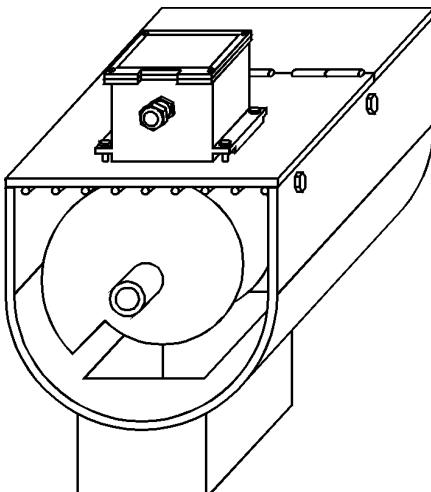

Рис. 8. Контроль подпора и обрыва соединительных муфт секционного винтового конвейера.
**Для одновременного контроля подпора и обрыва соединительных муфт секционного винтового конвейера РДД-02** устанавливается в подготовленные отверстия снаружи над сбросным коробом механизма (рис. 8). Датчик может монтироваться на крышку аварийного люка (через него выводится продукт в случае подпора сбросного короба): защитная металлическая сетка не влияет на работу устройства. РДД-02 должен быть настроен на движение верхней части лопастей шнека. Для этого чувствительность уменьшается до минимального положения, при котором индикатор «Порог» устойчиво горит. Датчик отключит механизм как при аварийной остановке последней секции шнека (обрыв соединительной муфты или одной из фаз), так и при подпоре сбросного короба. Скопление продукта между шнеком и датчиком приводит к снижению уровня радиосигнала, отражённого от лопастей. Поэтому РДД-02 реагирует на подпор так же, как на остановку шнека.